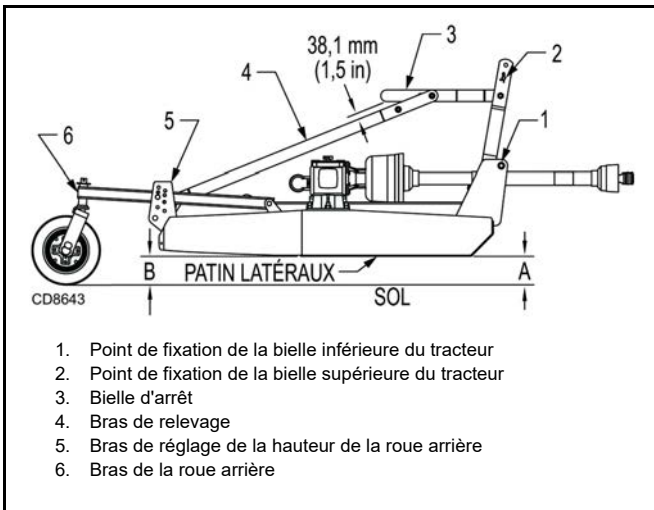

Figure 9. Réglage de la hauteur de coupe
Desserrez le contre-écrou sur la tige d'attitude qui part de l'accroche jusqu'à la roue arrière. Réglez la tige vers l'intérieur ou l'extérieur jusqu'à ce que la position B soit supérieure d'environ 6,4 à 12,7 mm (1/4 à 1/2 in) à la position A. Voir la Figure 9.
Réglez l'attelage 3 points du tracteur à une distance de 69,9 mm (2-3/4 in) en position A afin d'obtenir une hauteur de coupe de 101,6 mm (4 in). Voir la Figure 9.
Réglez le point d'ancrage supérieur pour obtenir un dégagement de 38,1 mm (1-1/2 in) entre la bielle d'arrêt (2) et les bras de levage arrière. Voir la Figure 9. Ce dégagement permettra à la faucheuse de ne pas heurter le sol lorsque le terrain est accidenté.